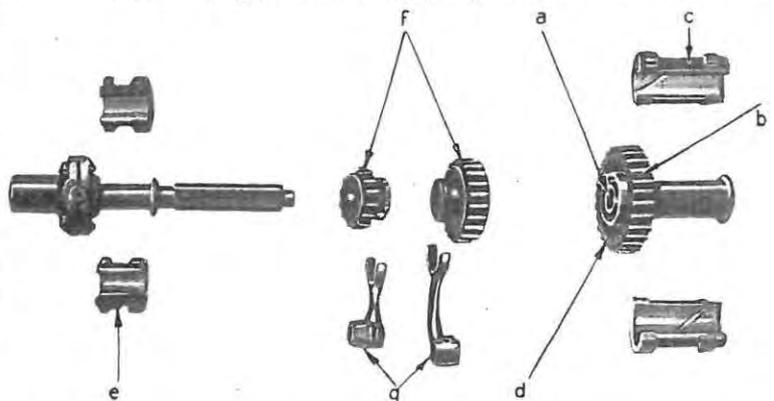

Fig. 54. — Pignons baladeurs et pignon central démontés.
1. Remonter le pignon central et son coussinet (fig. 54).